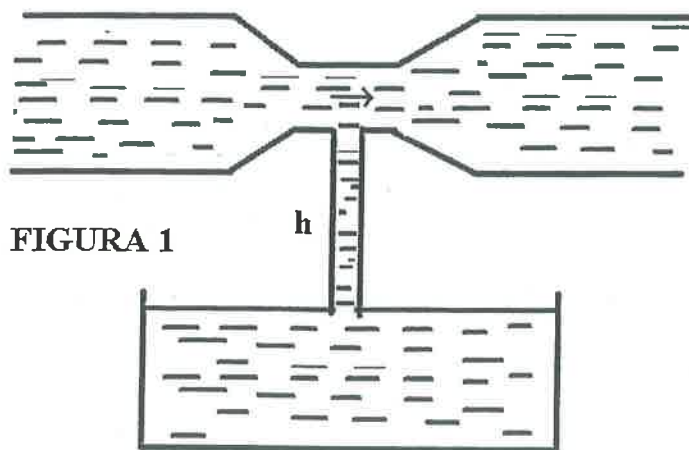

FIGURA 1
1.- La **Figura 1** muestra un tramo de una conducción horizontal que tiene un estrechamiento, por la que circula agua que desemboca en la atmósfera. El radio de la parte ancha es de **5 cm** y el de la parte estrecha es de **2.5 cm**. Del estrechamiento sale un tubo vertical hacia abajo, de **10 cm** de longitud, que comunica con un depósito de agua de grandes dimensiones abierto a la atmósfera. Calcular: